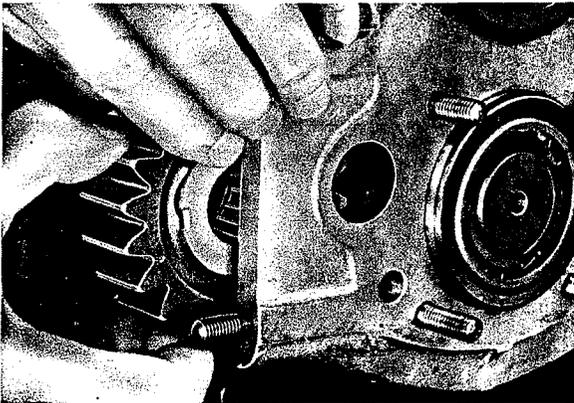
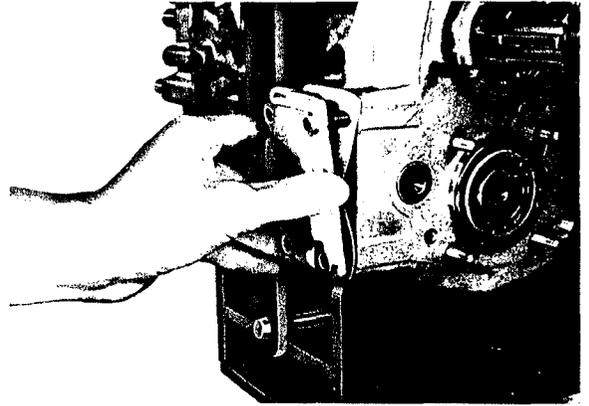

Fig. 50
Fig. 51
1. Faire glisser la cage à rouleaux (503) dans l'alésage de l'engrenage de marche arrière (505). Coller la rondelle de butée (501) sur le côté avec le moyeu en saillie avec de la graisse. Fixer la rondelle (504) de l'autre côté (les pattes recourbées reposant vers l'extérieur). Introduire l'engrenage de marche arrière dans le carter. le moyeu en saillie regardant du côté entraînement (fig. 50).
2. Introduire le doigt par l'alésage du carter et placer l'engrenage de marche arrière, ainsi que les rondelles de butée dans la position correcte par rapport à l'alésage. Enfoncer l'axe de marche arrière (502) de telle façon que le taraudage soit orienté vers le palier de l'arbre de renvoi et qu'il se trouve dans l'alignement de l'alésage du couvercle du tachymètre (sécurité pour l'empêcher de tourner) (voir fig. 51); y faire glisser dessus le couvercle provisoirement. Poser le joint (126) et le couvercle (127) (fig. 50), mettre les rondelles élastiques (103) et visser les écrous (102) sur les goujons prisonniers et les